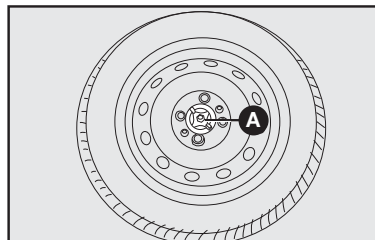

fig. 13
14) Coloque la rueda pinchada en el alojamiento de la rueda **fig. 13**, fijándola con el seguro **A-fig. 13**.